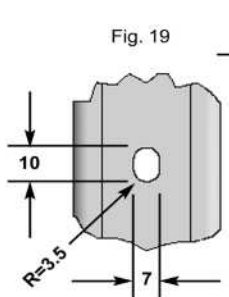

Fig. 19
- Los 3 orificios y 2 agujeros de diámetro 6,5mm en el dintel **A** que contendrá la varilla vertical del dispositivo ARIETE (Fig. 19).